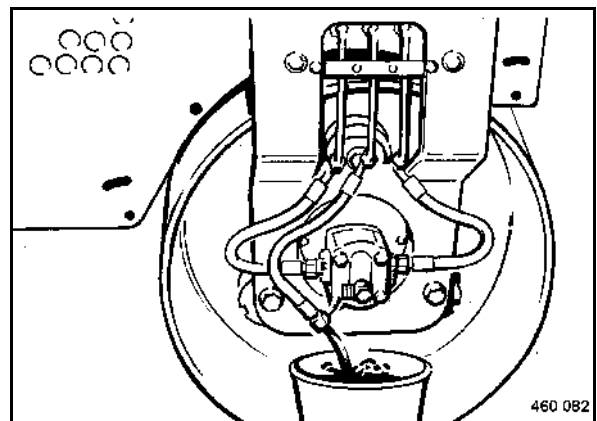

fig. 128
- Dévisse le tuyau hydraulique au moteur de vibration et recueillir l'huile usagée (fig. 128).